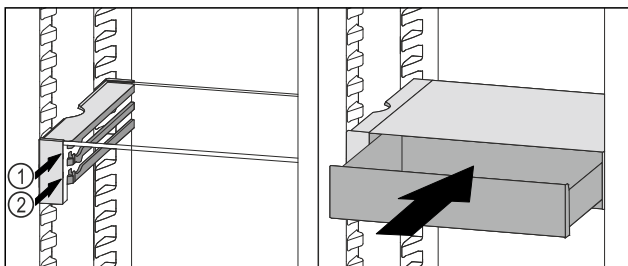

Fig. 80
- ▶ Coloque el cajón VarioSafe en la nervadura deseada Fig. 80 (1) o Fig. 80 (2) detrás de los topes.